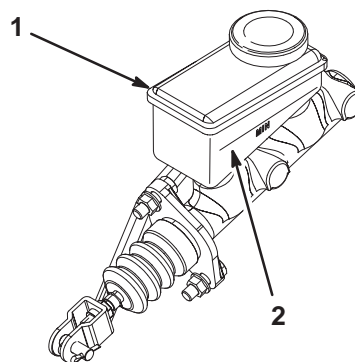

Bild 24
2. Sehen Sie sich die Seite des Behälters an. Der Stand sollte über der Minimummarkierung liegen (Bild 24). Wenn die Bremsflüssigkeit niedrig ist, reinigen Sie den Bereich um den Deckel, nehmen Sie den Deckel ab und füllen Sie den Behälter bis über die Minimummarkierung. **Füllen Sie nicht zu viel Bremsflüssigkeit ein.**